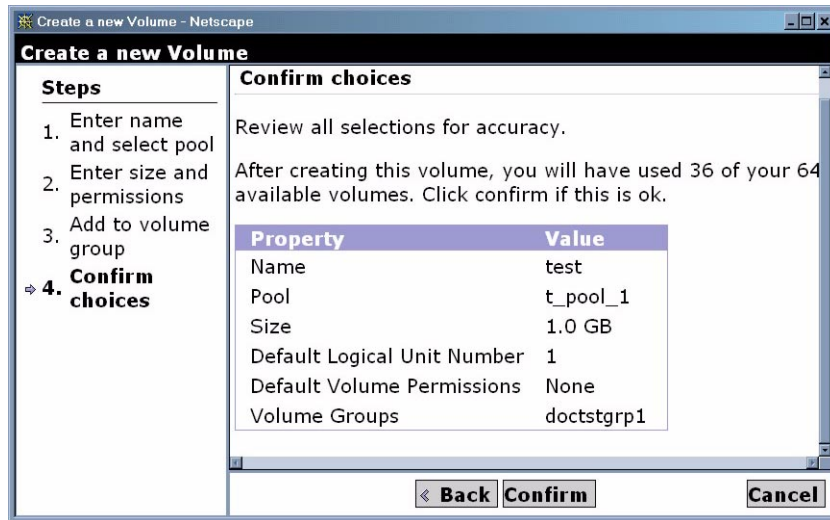

図 6-24 ボリュームの新規作成の確認ページ
13. 「次へ」をクリックします。図 6-24に示すような確認ページが表示されます。